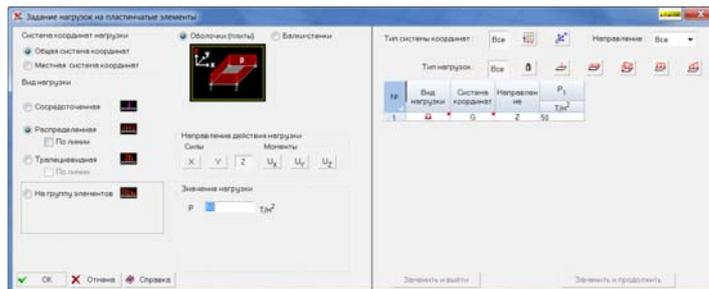

Рис. 2.4.11. Диалоговое окно **Задание нагрузок на пластинчатые элементы**
- в диалоговом окне **Задание нагрузок на пластинчатые элементы** (рис. 2.4-11) в группе **Вид нагрузки** активизировать маркер **Распределенная**;